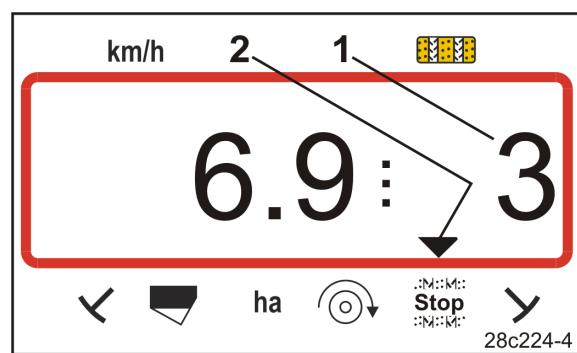

Рис. 33
- На дисплее мигает цифра (Рис. 33/1), обозначающая счетчик технологических колей.
- Контрольный символ (Рис. 33/2) – это значок останова.